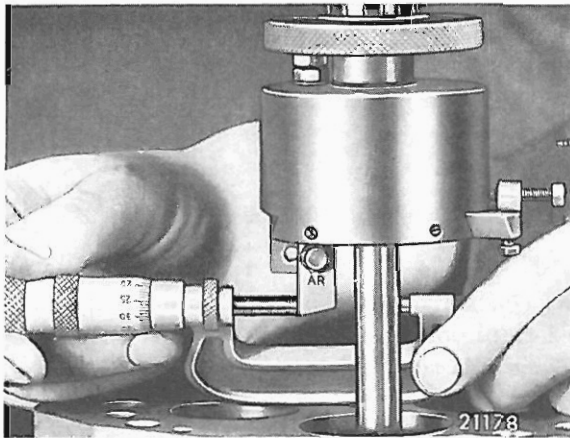

Bild 01-4/9
23. Horizontalanslagschraube (17, siehe Bild 01-4/3) bis zum Anliegen am Gehäuse eindrehen, darunter angebrachte Schraube anziehen, wodurch die Anschlagsschraube (17) gegen Verdrehen gesichert wird (siehe Bild 01-4/10).
24. Durch Drehen der Handkurbel und gleichzeitiges Festhalten der Rändelscheibe (6, siehe Bild 01-4/3), Bohrung für Ventilsitzring ausdrehen, bis Stelling (7) am Lünettenlager (8) zum Anliegen kommt.